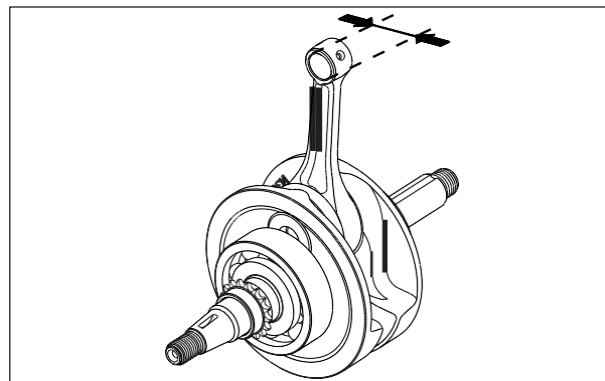

Fig. 3.157
- Mida el diámetro interno de la cabeza de la biela como se muestra en la figura. Si el diámetro es mayor al límite de servicio, reemplace el cigüeñal completo por uno nuevo. (Fig. 3.157)